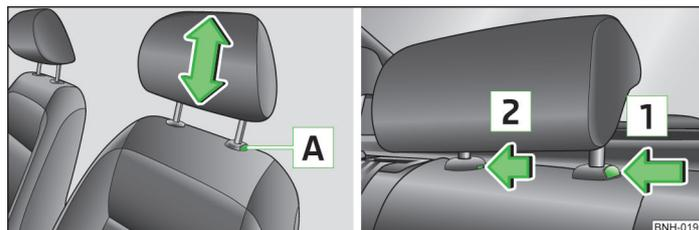

Fig. 37 Reposacabezas. ajustar / desmontar
► Si se desea desplazar el reposacabezas hacia abajo, pulsar y mantener pulsada la tecla de seguro **A** » fig. 37 con una mano, y con la otra mano presionar el reposacabezas hacia abajo.
► Pulsar la tecla de seguro **A** » fig. 37 y extraer el reposacabezas.
- Pulsar la tecla del seguro en el sentido de la flecha [1] » fig. 37, pulsar al mismo tiempo con un destornillador plano, de 5 mm como máx. de ancho, la tecla del seguro en el orificio en el sentido de la flecha [2], y retirar el reposacabezas.